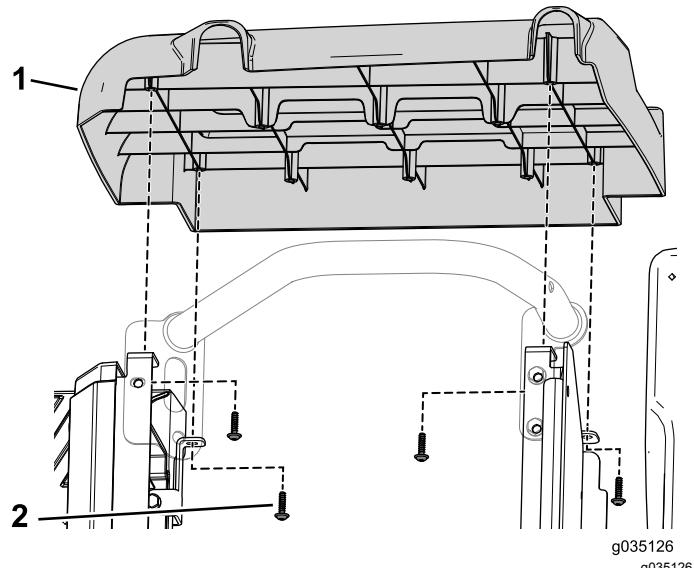

Рисунок 9
1. Отверните 4 самонарезающих винта, крепящих правую боковую панель к машине (Рисунок 9).
3. Прикрепите правую боковую панель с помощью 4 ранее снятых самонарезающих винтов (Рисунок 9).